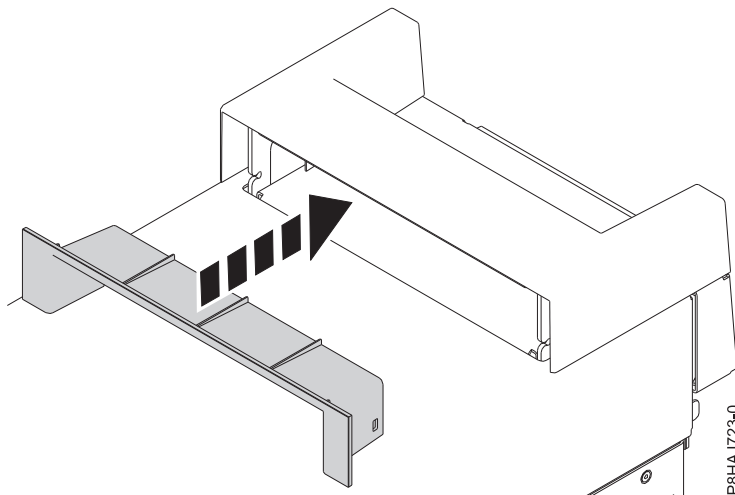

Figura 85. Inserción de la pieza en la tapa de asa en un sistema 8286-41A autónomo
2. Inserte la pieza en la tapa de asa presionándola con firmeza, tal como se muestra en la Figura 85.